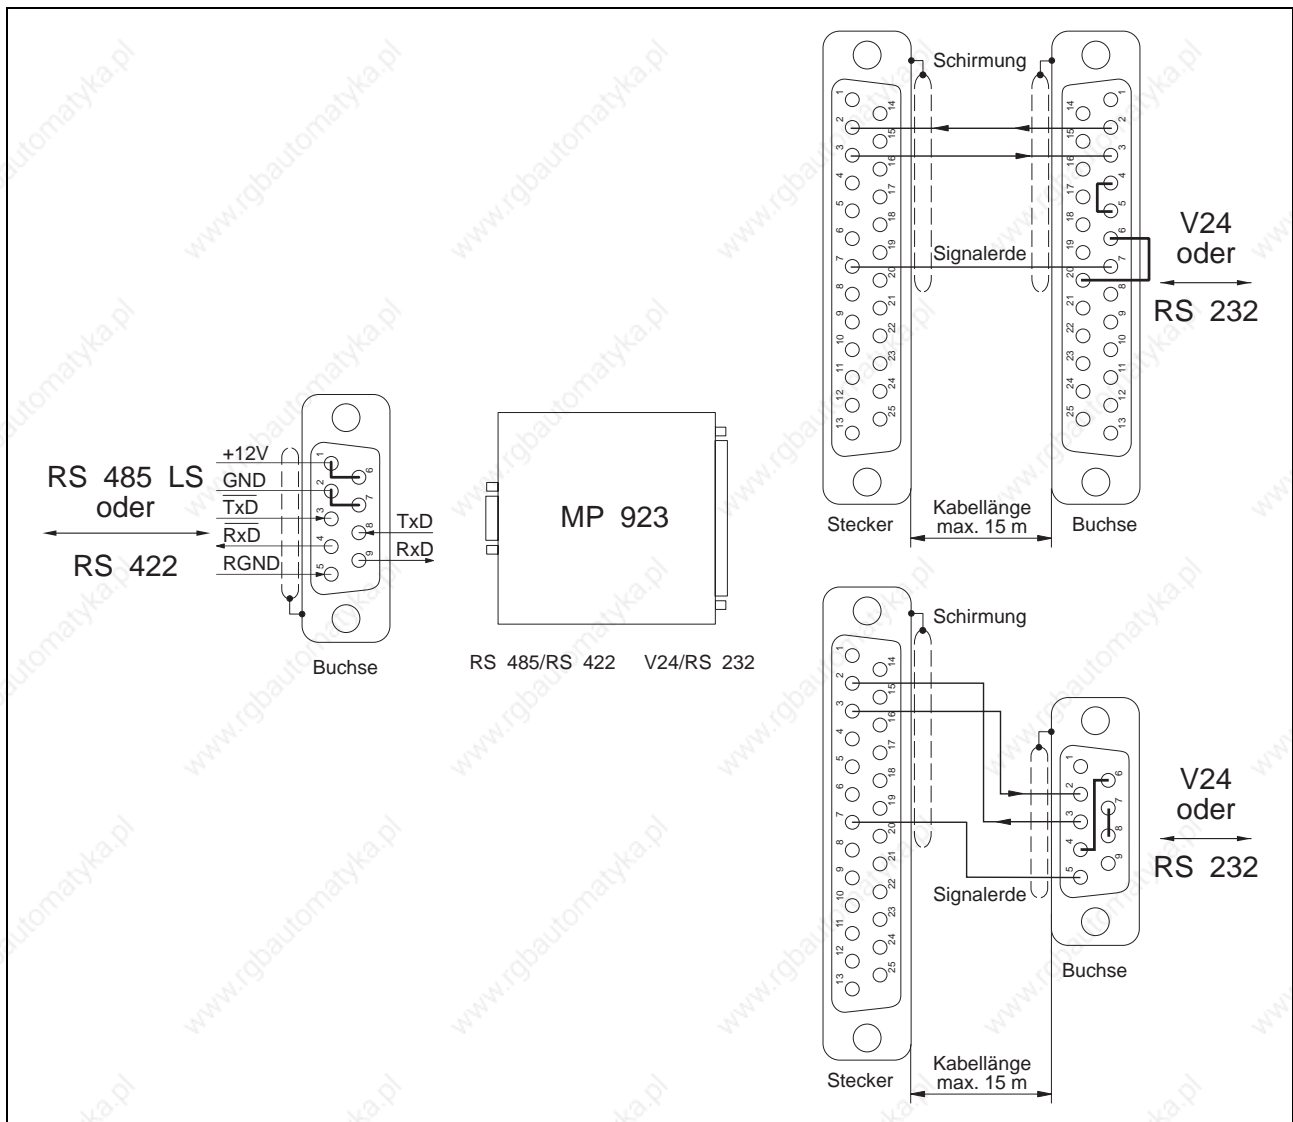

Bild 6-5 Inbetriebnahme
1. Schnittstellenumsetzer MP 923 gemäß Bild 6-5 verkabeln.